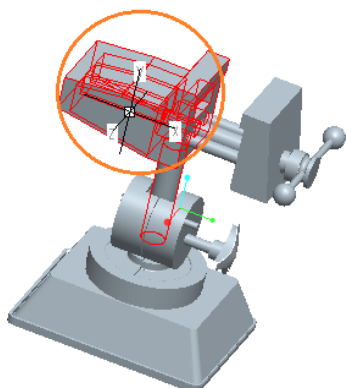

図 9-14 移動部品の指定 (VICE_HEAD_L)
- 移動する構成部品の入力促されるので「vice_head_l」をクリックする (図 9-14)。